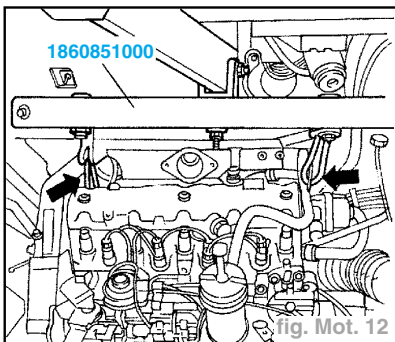

fig. Mot. 12
- Mettre en place la traverse de soutien moteur **1860851000**, les deux étriers et les deux mousquetons aux points d'ancrage du moteur (fig. Mot. 12).